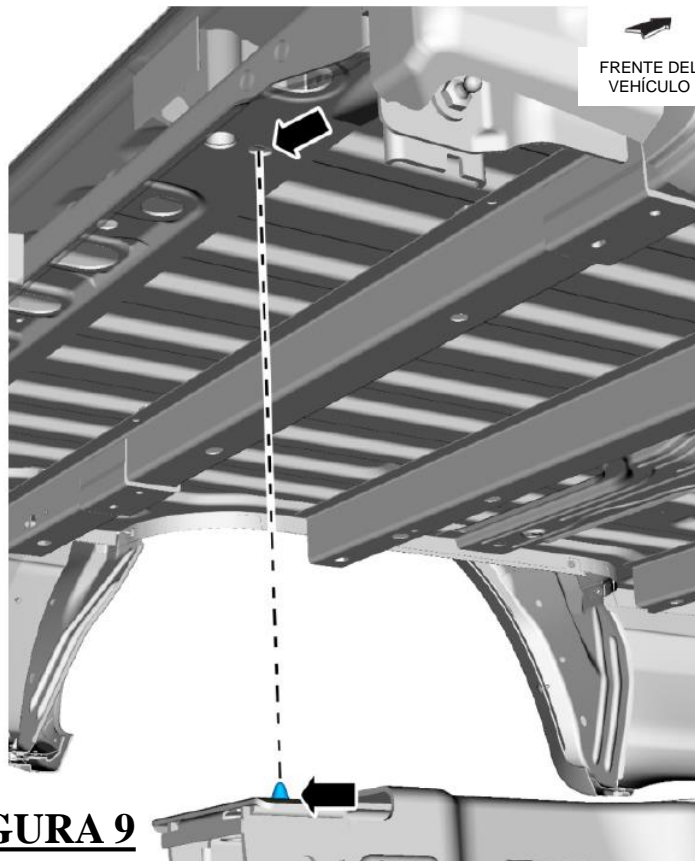

FIGURA 9
- Asegurar que los pasadores de ubicación que se muestran en la Figura 9 estén correctamente instalados tanto en el bastidor como en la cama del vehículo para evitar la desalineación.